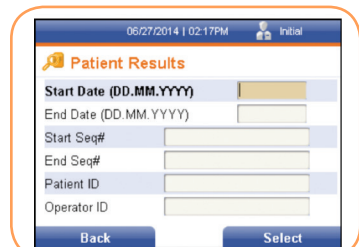

FIGURA 55
2. Pulse la tecla programable derecha para seleccionarlo. Se muestra la pantalla Resultados del paciente (Figura 55).